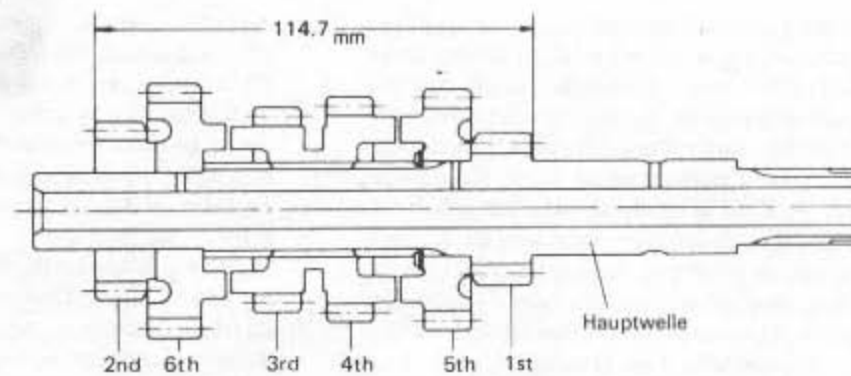

Bild 67 Einstellen der Länge des Hauptwellenzahnradsatzes
- Das 2.-Gang-Zahnrad der Hauptwelle ist aufgedrückt und muss abgezogen werden. Beim Wiederaufbau des Zahnrades muss es so ausgerichtet werden, dass der Abstand zwischen seiner äusseren Stirnfläche und derjenigen des 1.-Gang-Zahnrades genau 114,7 mm beträgt (Bild 67). Dies ist sehr wichtig! Nur wenn dieser Wert genau eingehalten wird, weist die Hauptwelle das notwendige axiale Spiel auf und ist einwandfrei ausgerichtet! Vor Einbau des Zahnrades bestreiche man dessen Bohrung mit einer hochbelastbaren, schmierfesten Sicherungsflüssigkeit. SUZUKI empfiehlt die Verwendung von «Thread Lock Super 103K». Nach erfolgter Montage des 2.-Gang-Zahnrades prüfe man, ob sich das 6.-Gang-Zahnrad frei drehen lässt und nicht durch ausfliessende Sicherungsflüssigkeit blockiert worden ist.